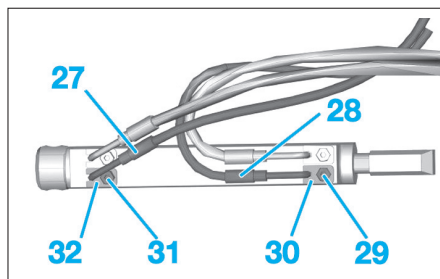

Fig. 127
- Déposer la vis (29) et la plaquette de maintien (30) (Fig.127).
- Désaccoupler la canalisation hydraulique (28) (N° 33).
- Déposer la vis (31) et la plaquette de maintien (32).
- Désaccoupler la canalisation hydraulique (27) (N° 32).